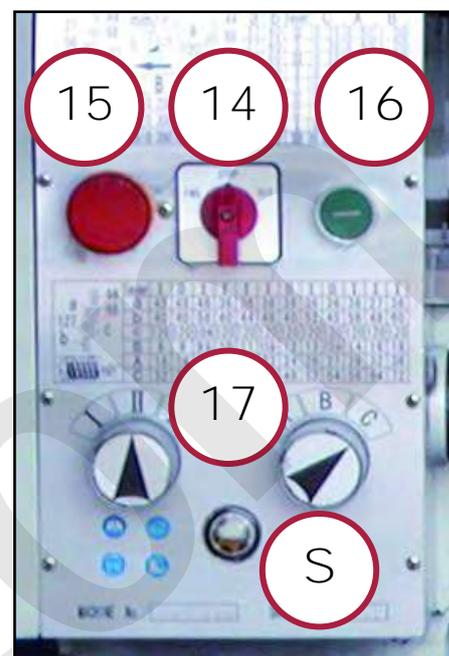

Figura 19 - Quadro di comando.
Sul quadro di comando è presente un pulsante a fungo per l'arresto d'emergenza (Figura 19). Per arrestare la macchina, in casi di emergenza, premere il pulsante rosso. Quando si applica una pressione su di esso, viene interrotto il moto del motore elettrico e degli altri organi rotanti della macchina.
3. Azionare il mandrino in senso orario spostando il selettore rosso (rif. 14 in Figura 19) verso destra (R).
10. Premere il pulsante di avviamento verde "I" (rif. 16 in Figura 19).
12. Terminata l'operazione, allontanare l'utensile dal pezzo, dopodiché interrompere la rotazione del mandrino con il selettore in posizione STOP (Figura 19).